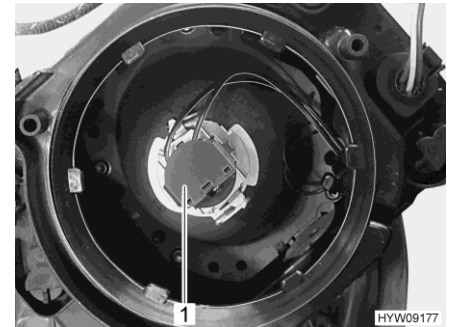

Fig. 149 Bombilla (luz de cruce / luz larga)
- Girar el portalámparas (Fig. 149,1) junto con la lámpara en sentido contrario a las agujas del reloj y sacarlo de la caja de la luz.
- Insertar el portalámparas (Fig. 149,1) junto con la bombilla en la caja de la luz y apretarlo en sentido de las agujas del reloj. El portalámparas engatillará audiblemente.